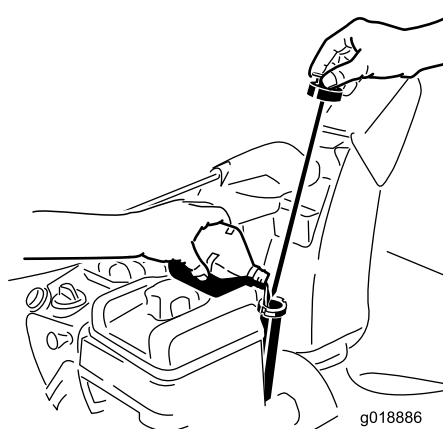

Figura13
- Scoateți joja de ulei și turnați **încet** ulei în tubul de umplere cu ulei pentru a ridica nivelul uleiului până la marcajul Full (Plin) de pe joja de ulei. **Nu umpleți excesiv** (Figura13). Consultați secțiunea privind verificarea nivelului de ulei din manualul de întreținere.